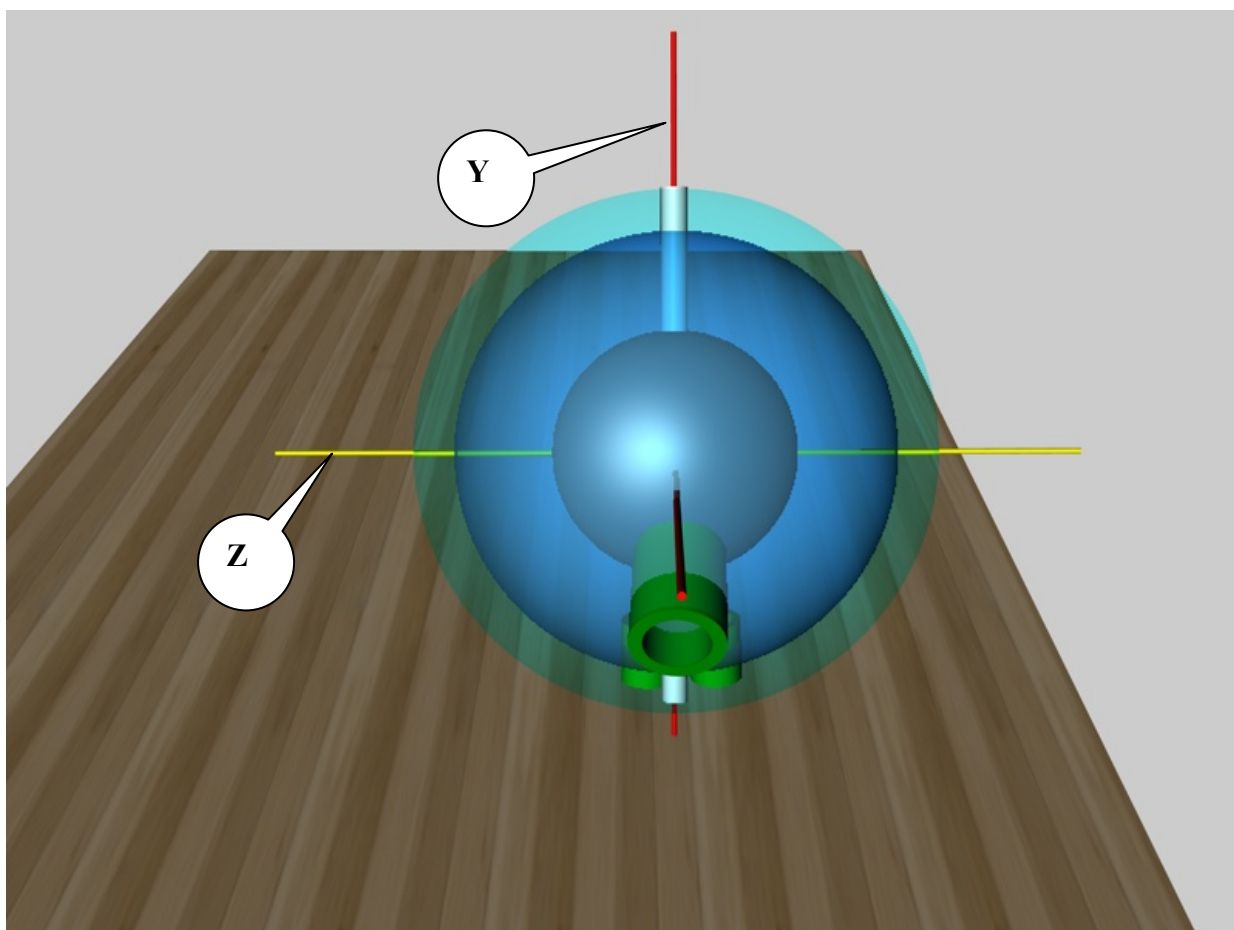
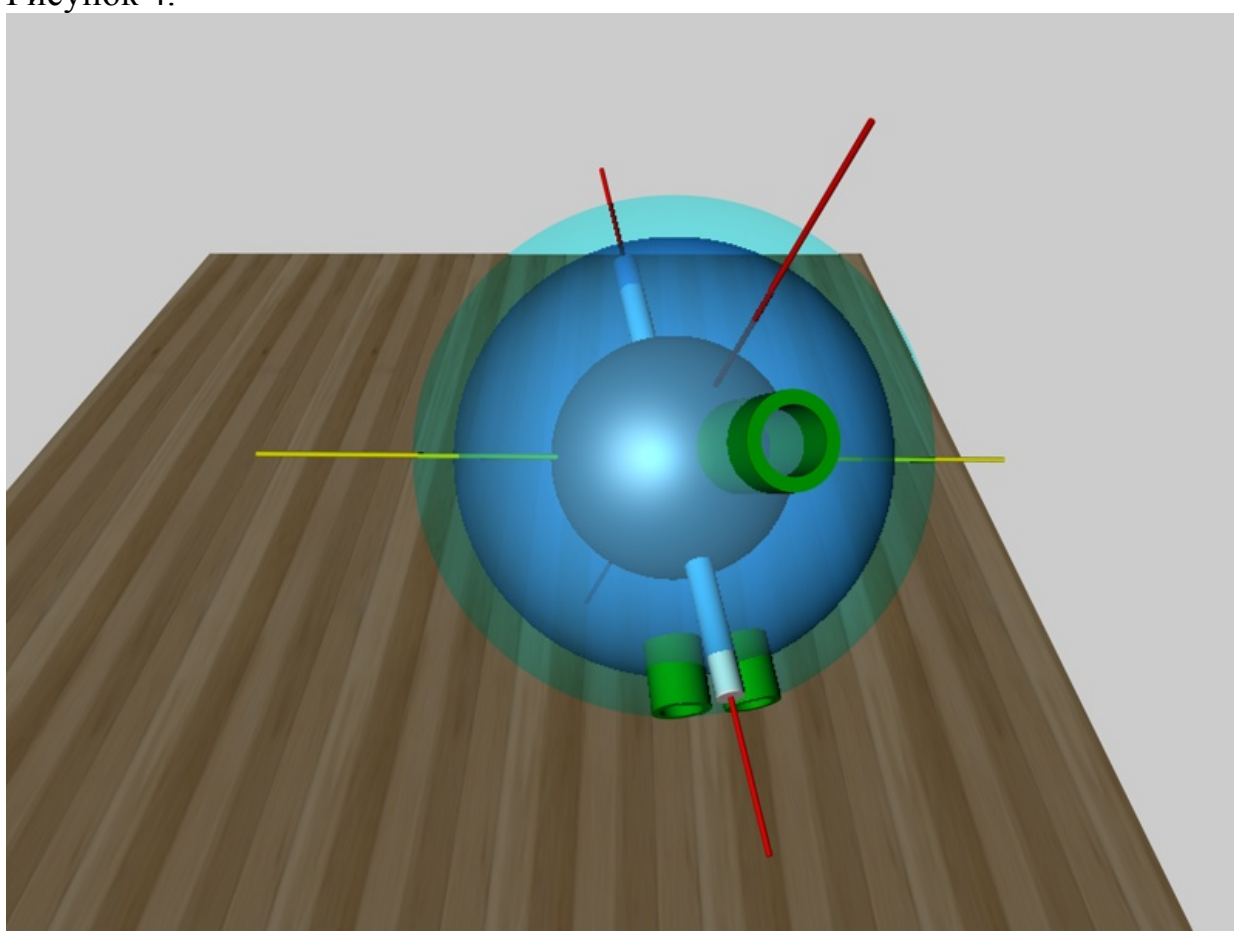

Рисунок 4.
Рисунок 5.
Шар вращается в двух плоскостях (рис.4), (горизонтальной (Z) и вертикальной (Y)). Наклон и ось вращения определяют угол, под которым вращается шар. Наклон оси (рис.5) определяется положением большого пальца во время схода шара. Чем больше наклон оси вращения, тем реакция шара больше. При более вертикальном вращении, реакция меньше. На (рис.5) показаны оси, что бы иметь представление, о каком наклоне идет речь.